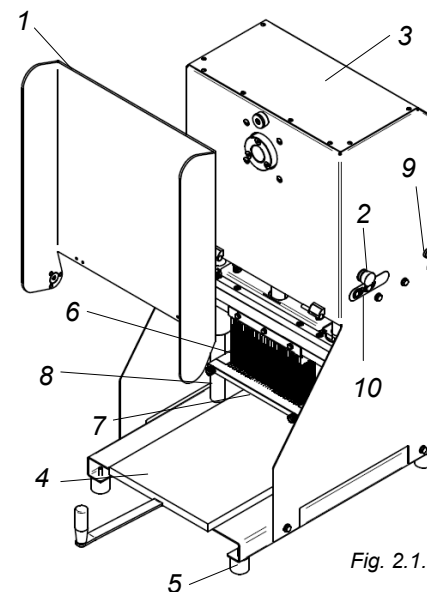

Fig. 2.1.1
**ATTENZIONE!** Nel caso la macchina si blocca causa prodotto incastrato, premere il pulsante di inversione presente sul fianco destro della macchina (vedi Fig. 2.1.1 rif. 9). Premendo questo pulsante il motore inverte il moto e lo stelo viene alzato in modo da liberare il prodotto incastrato o la slitta.
Per facilitare la comprensione del manuale sono di seguito elencati e rappresentati in fig. 2.1.1 i principali componenti della macchina.